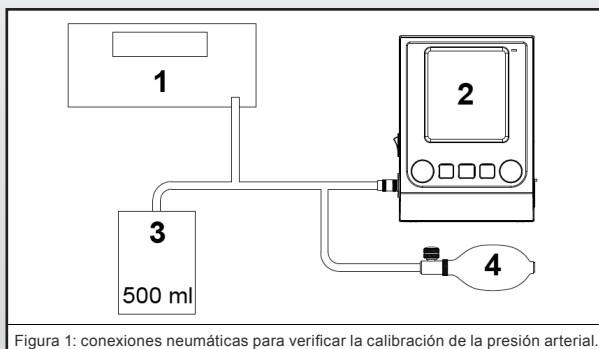

Figura 1: conexiones neumáticas para verificar la calibración de la presión arterial.
- 9.4.1.6 Realice las conexiones necesarias utilizando los materiales enumerados en la lista de equipamiento requerido. Consulte la figura 1 para las conexiones neumáticas.